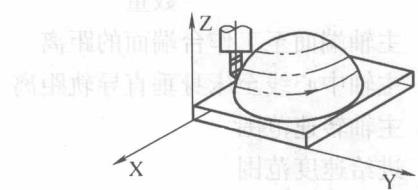

图 1-5 三坐标联动加工
(2) 三坐标联动加工 采用三坐标数控铣床三轴联动加工, 即进行空间直线插补。如半球形, 可用行切加工法加工; 也可用三坐标联动的方法加工, 这时数控铣床用 X、Y、Z 三坐标联动的空间直线插补, 实现球面加工, 如图 1-5 所示。